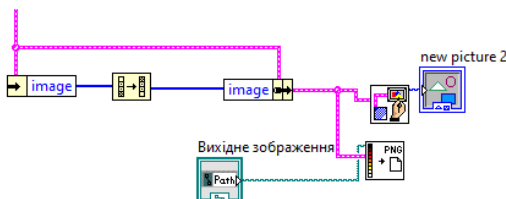

Рис.7.6. Підключення блоку
11. BD – Graphics – Graphics Formats – Write PNG File.vi, на його вхід “path to png file” підключити блок «Вихідне зображення» та виконати підключення як показано на рис.7.6. Запустити та переглянути чи зберіглося вихідне зображення до папки на вашому пристрої